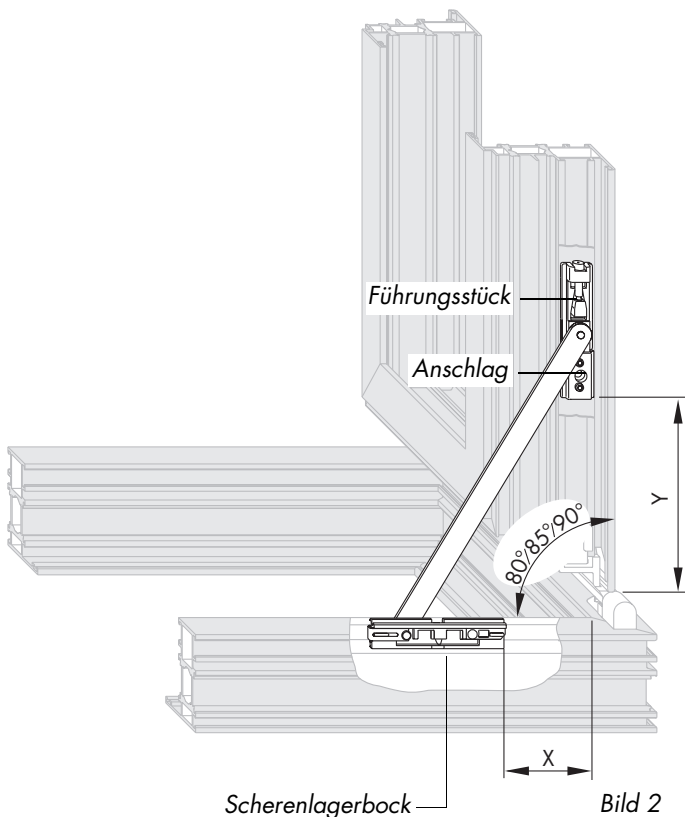

Bild 2
- A** Anschlag (3) an der VSU waagrecht in die Flügelnut einschieben, nach Maßangaben (siehe Tabelle und Bild 2) positionieren und mit Stanzschrauben befestigen.
- B** Führungsstück der Begrenzungsschere LM kurz/lang (4) an der VSU waagrecht in die Flügelnut einschieben (Bild 2).
- B** Scherenlagerbock (2) in Rahmennut einlegen nach Maß X (siehe Tabelle und Bild 2) positionieren und mit Gewindestift festklemmen (Drehmoment  $2,5 \pm 0,25$  Nm).